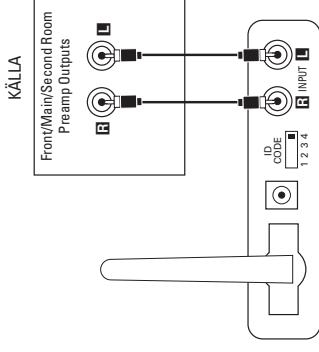

Bild 4.
Steg 1. Koppla anslutningskabeln (medföljer) till de vänstra och högra förstegsutgångarna för främre/huvud eller till zon 2-utgångar eller till REC-utgångar och till ingångarna på sändarmodulen ④, se bild 4.